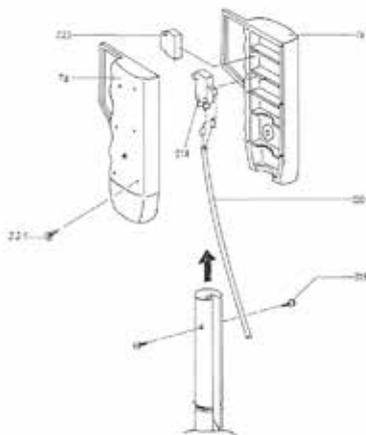

Fig. 11 Montage de la poignée de commande
2. Pour le montage de la poignée de commande, branchez les attaches du câble (220) au microrupteur (218), et insérez le microrupteur dans la moitié gauche de la poignée (Fig. 11).
3. Insérez le bouton (222) et le bras de levier (22) dans la poignée et fixez la poignée au moyen des vis (221 et 219). Veillez à ce que le câble se glisse dans le renforcement du bras de levier (22). Éliminez les éventuelles bavures et arrondissez les bords tranchants (Fig. 11).